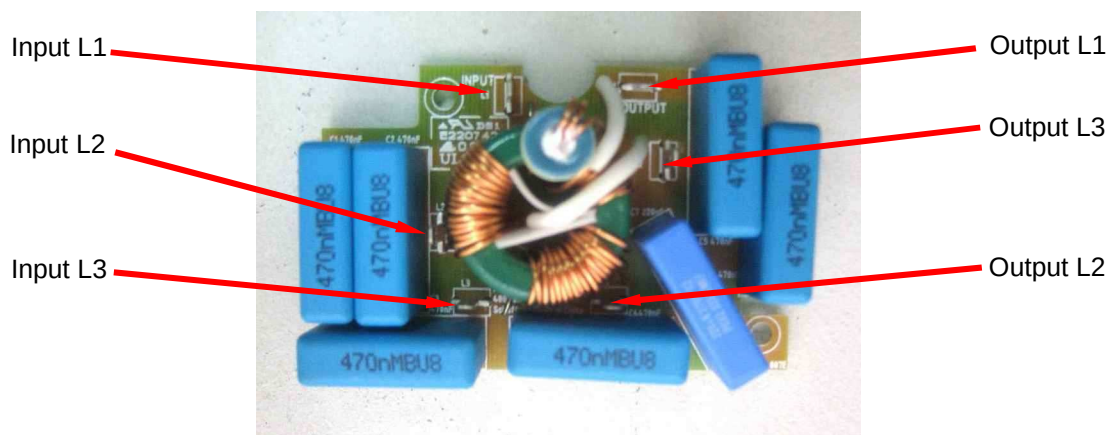

Рис. 4.10. Диагностика платы ЭМИ фильтра
- 4.8.2. Произвести визуальный осмотр платы. В случае обнаружения повреждённых элементов или перегоревших печатных проводников плата подлежит замене. Проверить мультиметром цепи по табл. 4.2 и рис. 4.10. В случае несоответствия показаний прибора значениям таблицы 4.2, плата ЭМИ-фильтра подлежит замене согласно п. 5.5.